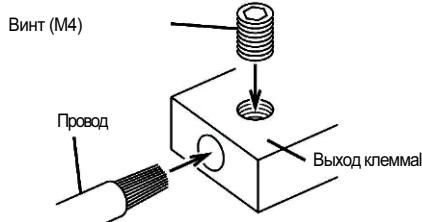

Fig. 10
3. Удалите винт, вкрученный на клемме. Вставьте конец зачищенного провода. Закрутите винт (M4). (Fig. 10)